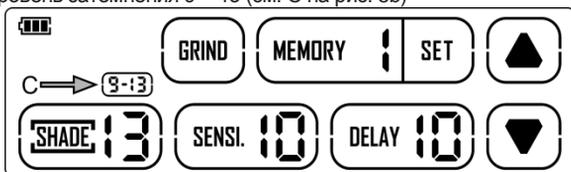

рис. 5b
**Режим сварки** – уровень затемнения 9 ~ 13 (см. С на рис. 5b)